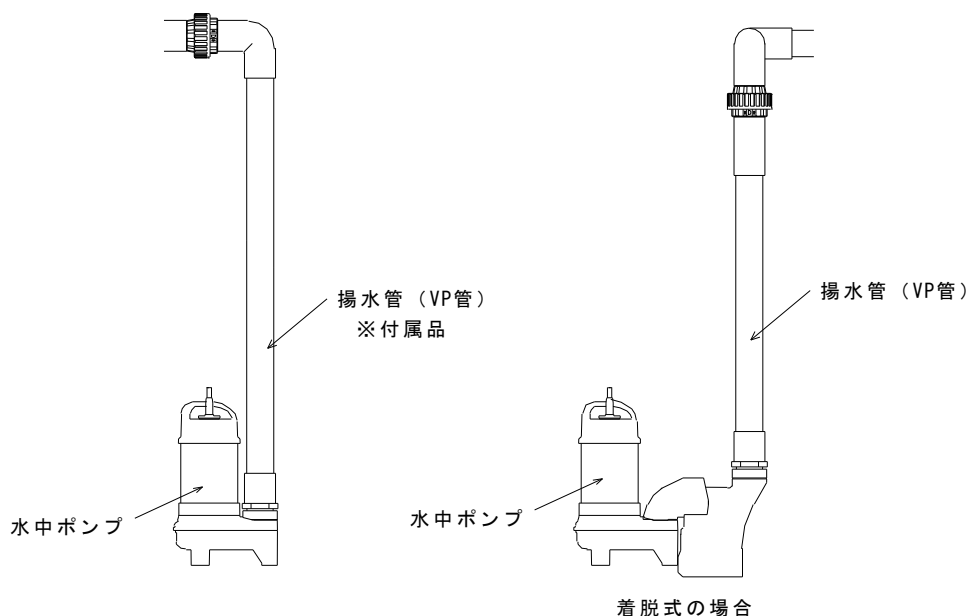

図 11 水中ポンプ配管
- ・水中ポンプ配管を図 11 に示します。付属の揚水管（VP 管）は長めにしていますので、寸法を調整し接続してください。